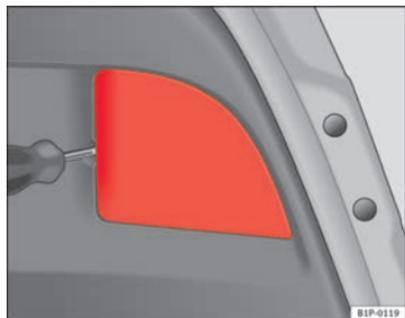

Fig. 173 Luci sul portellone
- Rimuovere il coperchio usando un cacciavite ⇒ fig. 173.